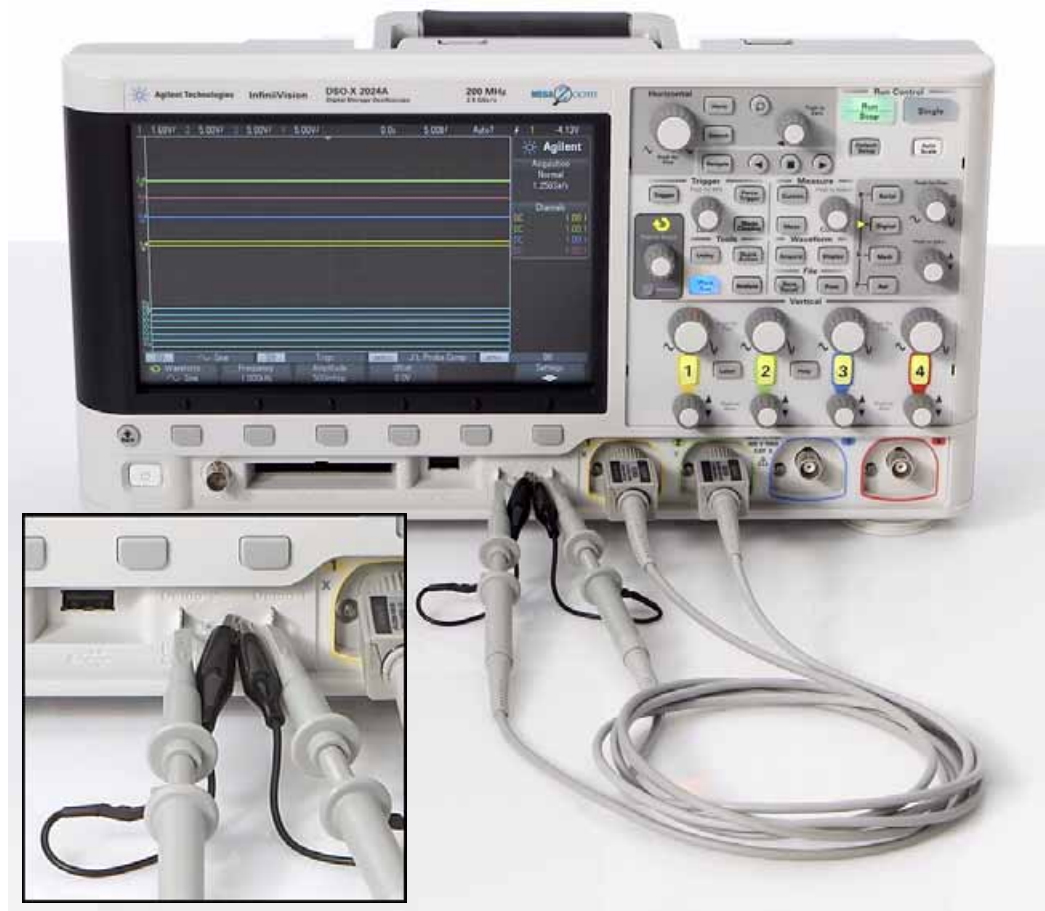

Figura 8 Collegare le sonde tra i connettori d'ingresso del canale 1 e del canale 2 ai terminali di uscita dei segnali di addestramento .
- 1 Collegare una sonda dell'oscilloscopio tra il connettore BNC di ingresso canale 1 e il terminale di uscita con etichetta "Demo1" come mostrato in Figura 8. Collegare questa pinza di messa a terra della sonda al terminale centrale (di messa a terra).
- 2 Collegare un'altra sonda dell'oscilloscopio tra il connettore BNC di ingresso canale 2 e il terminale di uscita con etichetta "Demo1" come mostrato in Figura 8. Collegare questa pinza di messa a terra della sonda al terminale centrale.